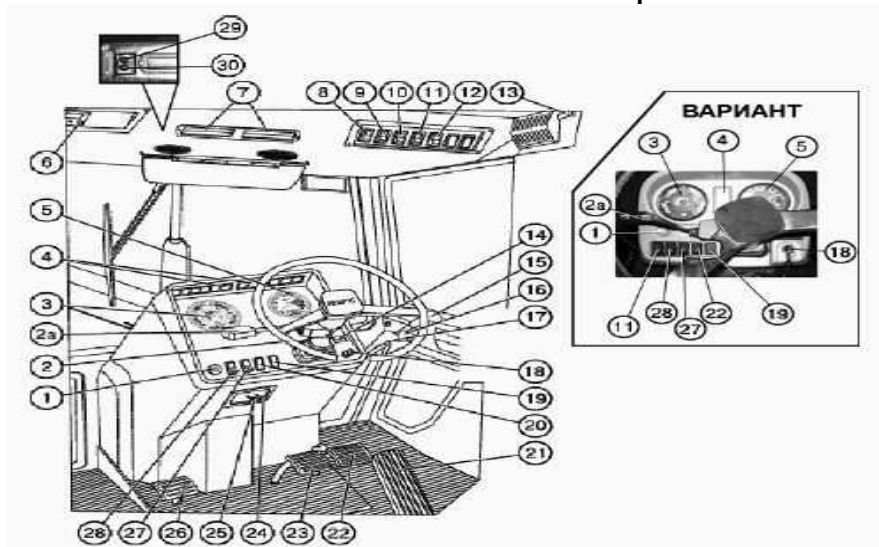

Рис. 2. Приборы управления
1. На рис. 2. позицией 1 изображен _____
2. На рис. 2. позицией 2 изображен _____
3. На рис. 2. позицией 3 изображен _____
4. На рис. 2. позицией 4 изображен _____
5. На рис. 2. позицией 5 изображен _____
6. На рис. 2. позицией 6 изображен _____
7. На рис. 2. позицией 7 изображен _____
8. На рис. 2. позицией 8 изображен _____